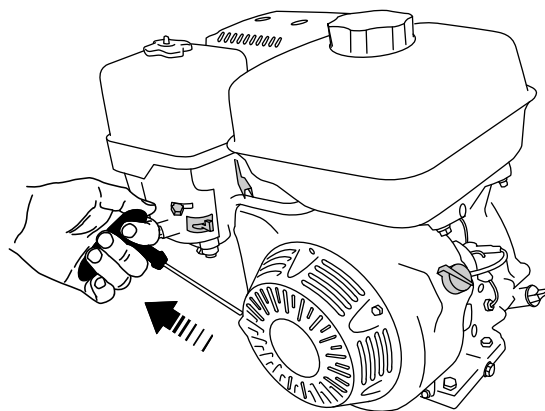

Figure 39
6. Tirez légèrement sur la poignée du lanceur jusqu'à ce que vous sentiez une résistance, puis tirez vigoureusement. Relâchez lentement la poignée du lanceur (Figure 39).